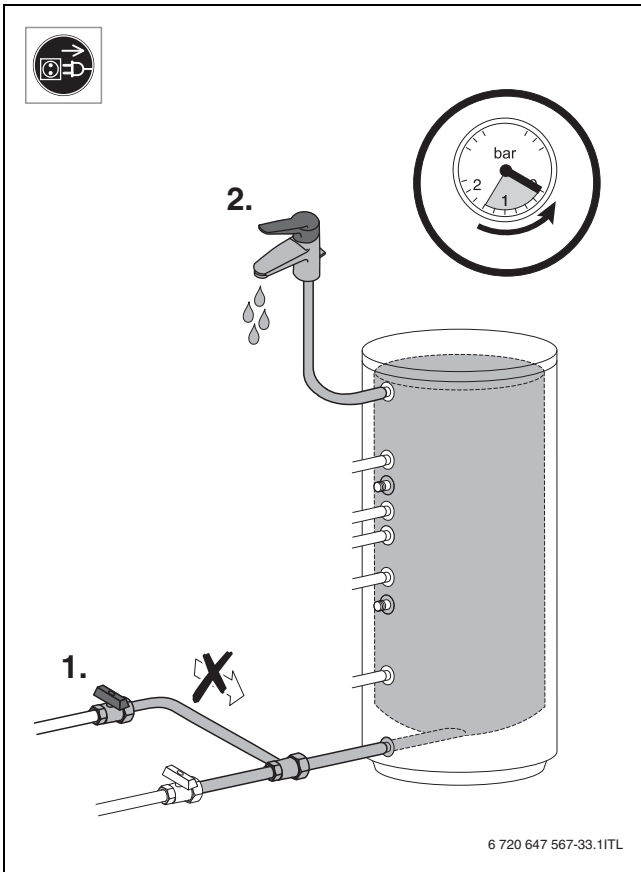

Fig. 16
- ▶ Fermer les vannes d'arrêt (→ fig. 16, page 63).
- ▶ Mettre le ballon ECS hors pression (→ fig. 16, page 63).